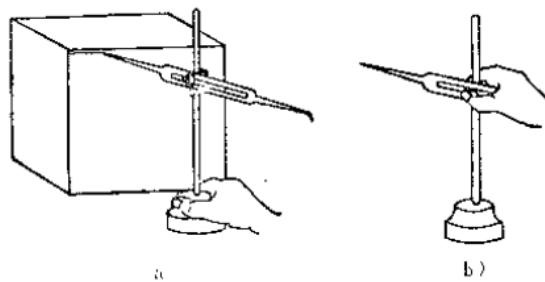

图2-5 划针盘的使用
④ 划针盘：用于划线和找正工件位置。使用时应握稳底盘紧贴平板移动，划针与划线表面成 $45^{\circ} \sim 70^{\circ}$ ，线一次划出，不要重复（图 2-5）。